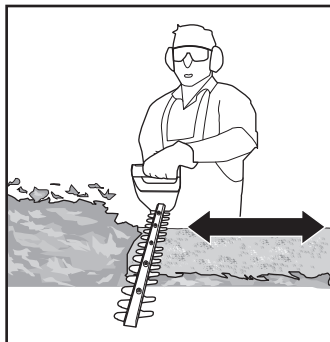

Fig. 8
8. Para obter um melhor resultado, corte por etapas, em vez de tentar cortar de uma só vez, se a área a cortar for particularmente longa (Fig. 8); as plantas cortadas mais pequenas permitem uma compostagem mais fácil.